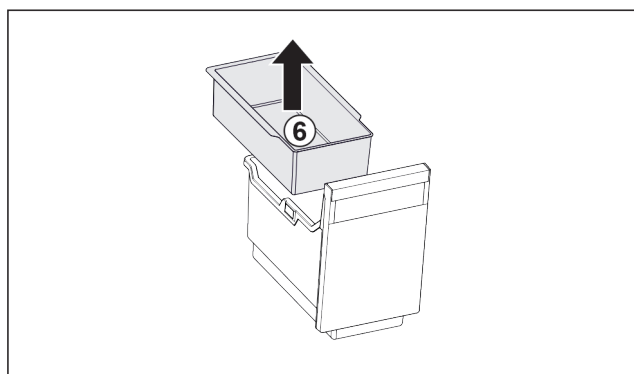

Fig. 101
- Wyjąć półkę zawieszoną Fig. 101 (6).